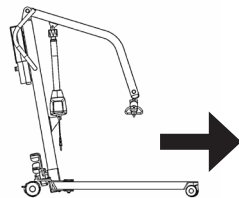

Fig. 20
3. **Fahrtrichtung (Bewegung nach vorne):** Die Classic Produktreihe von mobilen Patientenliftern ist dafür ausgelegt, dass sie mit dem eingebauten Schiebegriff vorwärts geschoben werden. (Fig. 20).